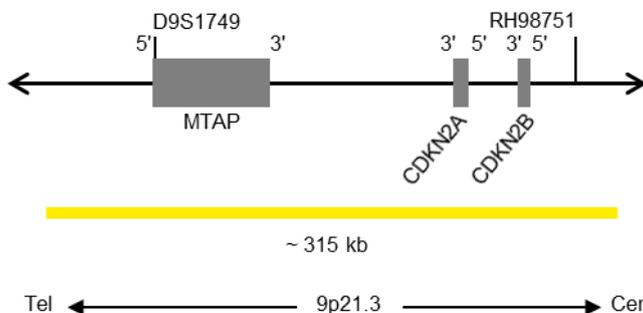

Fig. 1: SPEC CDKN2 Mapa da sonda (não à escala)
- Polinucleótidos marcados com ZyGold (excitação 532 nm e emissão 553 nm) (~5,5 ng/ μ l), que têm como alvo sequências mapeadas em 9p21.3* (chr9:21.742.629-22.056.853) que albergam a região do gene CDKN2A (ver Fig. 1).